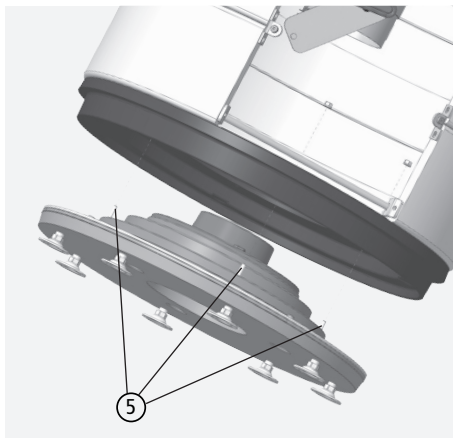

Fig. 3.11 Fixez le support pivotant sous le COLONA lite
- ① Ouvrir la porte de foyer et la soulever légèrement côté charnière ; en cas de porte à fermeture automatique, d'abord détendre le ressort de porte, voir Fig. 3.11 et Fig. 3.12,
- ② faire basculer la porte hors de la charnière vers l'avant et vers le bas ; ce faisant, bien maintenir la porte par le bas,
- ③ enlever la porte de foyer vers le bas.
Lors du démontage de la porte de foyer, le ressort de porte est détendu. Le ressort ne doit pas être démonté, mais doit être retendu après le montage de la porte de foyer (voir aussi Fig. 3.11 en page 24).